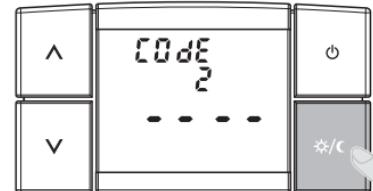

fig. 48
- Lorsque l'écran affiche l'inscription « **COde 2** » insérer comme mot de passe 4 tirets (---) et confirmer chaque « tiret » en appuyant sur la touche ☀/⌚ (fig. 48/49).